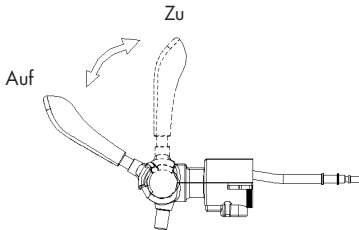

Abbildung 8
9. Stellen Sie den CO₂-Druckregler in die Position „+“. Nun können Sie den Zapfhahn zum Zapfen von Bier verwenden. (Ziehen Sie den Zapfhahn-Griff nach vorne, um Bier herausfließen zu lassen, wie in Abbildung 8 dargestellt).